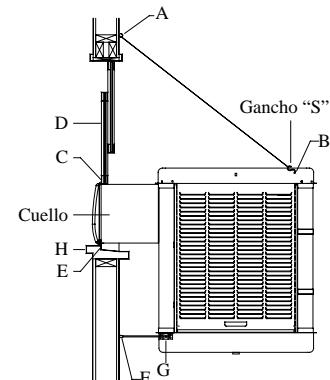

Fig. 2
- **Fije los ganchos en la pared.** Ponga los dos ganchos para la cadena arriba del cuello del enfriador, separados por una distancia equivalente al ancho de la unidad (A-fig. 2). Enganche una cadena en cada gancho y luego enganche un gancho "S" en cada cadena. **NOTA:** Los ganchos que vienen con ésta unidad tienen rosca de tornillo para madera y son para uso en paredes de madera. Las paredes de concreto o ladrillo requieren el uso de tuercas mariposas de suficiente fuerza o anclas con ganchos de acoplamientos.
- **Coloque el enfriador en la ventana.** Coloque el cuello del enfriador dentro de la ventiana para que la parte inferior de la pestaña del cuello se asiente en la repisa de la ventiana y la pestaña (E-fig. 2) se ajuste contra el borde de la repisa (H-fig. 2). Con la unidad situado en la ventiana, enganche los ganchos "S" en los agujeros encontrado en la esquina trasera superior del enfriador (B-fig. 2).
- **Coloque la ventiana detrás de la guarda de retención.** Levante la parte trasera del enfriador para que la ventiana (D-fig. 2) pueda bajarse y quedar detrás de la parte superior de la guarda de retención (C-fig. 2).
- **Ajuste las patas.** Saque las patas (F-fig. 2) para que los topes de hule descansen contra el costado de la pared. Apriete el tornillo del collar (G-fig. 2).